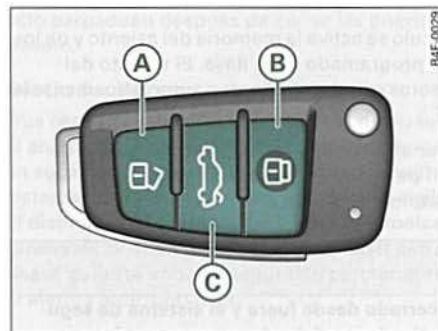

Fig. 55 Llave de control remoto: Teclas
- Pulse la tecla (A) ⇒ fig. 55 durante aproximadamente 1 segundo.